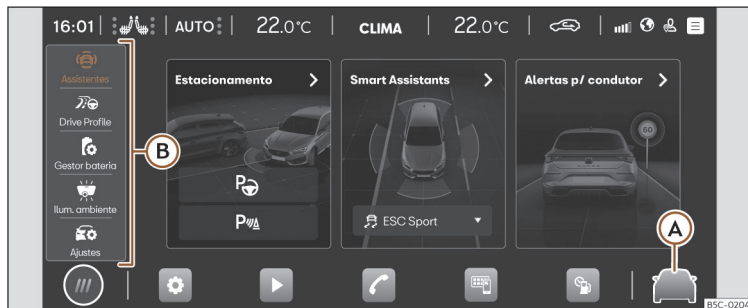

Fig. 14 Representação esquemática: Assistentes e ajustes do veículo.
Pressionando >>> **Fig. 14 (A)**, ou, no menu principal, **Ajustes do veículo**, abre-se o menu dos assistentes e ajustes do veículo. Em seguida, pressionando um dos menus situados na zona esquerda **(B)**, no ecrã mostra-se o menu de ajustes ou de assistentes selecionado.